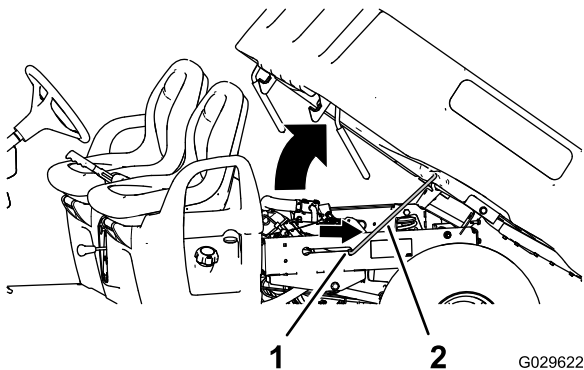

Figura 12
2. Tire de la varilla de sujeción hasta que entre en la muesca, afianzando la plataforma (Figura 12).
2. Extraiga la varilla de sujeción de la muesca de la ranura (Figura 12).